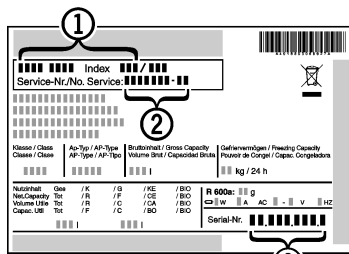

Fig. 10
- Denominación del aparato Fig. 10 (1), nº del servicio técnico Fig. 10 (2) y nº de serie Fig. 10 (3) en la placa de identificación. La placa de identificación se encuentra en la parte interior izquierda del aparato.
- Informe al servicio postventa e indique el fallo, la denominación del aparato Fig. 10 (1), el nº del servicio técnico Fig. 10 (2) y el nº de serie Fig. 10 (3).